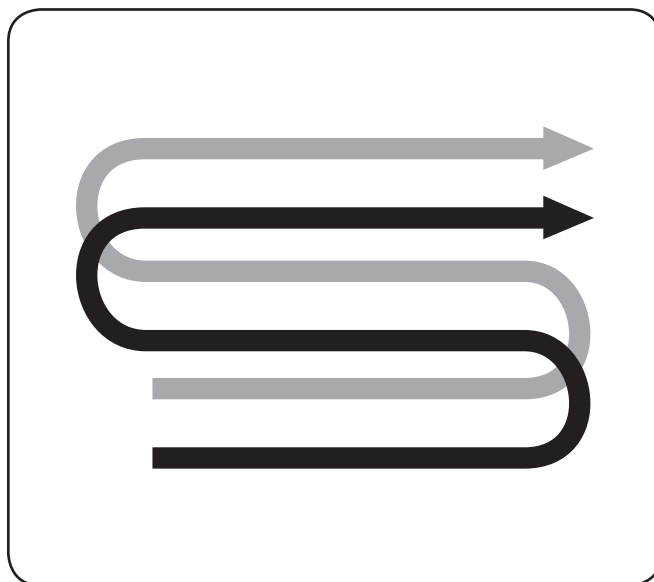

Figura 5-5
- Al preparar el lecho de siembra, recorra la misma senda dos veces en la primera hilera, luego traslape la mitad del ancho de la cultivadora en el resto de las pasadas. Vea la Figura 5-5.